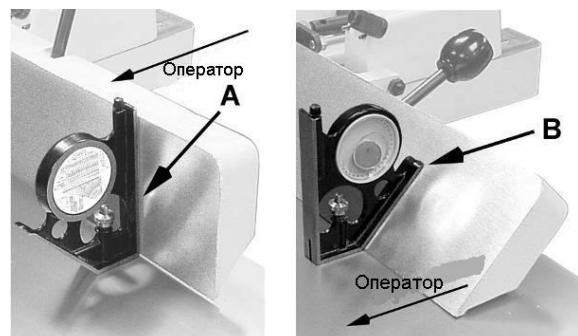

Рисунок 15
- Поместите прибор для измерения угла на стол и прижмите его к упору, чтобы убедиться, что упор установлен на 90° (A, рис. 15).
- Если упор установлен не перпендикулярно столу, ослабьте *фиксатор наклона* (B), ослабьте *стопорную гайку* (D), фиксирующую *стопорный винт* (F), и поворачивайте стопорный винт, пока упор не установится перпендикулярно столу.
- Затяните *стопорную гайку* (D), чтобы зафиксировать *стопорный винт* (F) и сохранить результат регулировки.
- Затяните *фиксатор наклона* (B).
- Ослабьте *фиксатор наклона* (B).
- Отодвните упорный блок (C) и установите упор под углом 135° ; рукоятка упора (E) повернута от оператора, как показано на рисунке. Убедитесь, что упор установлен вплотную к *стопорному винту* (H).
- Поместите прибор для измерения угла на стол и прижмите его к упору, чтобы убедиться, что упор установлен на угол 135° к столу (B, рисунок 15).
- Для регулировки ослабьте *стопорную гайку* (J), фиксирующую *стопорный винт* (H), и поворачивайте стопорный винт до тех пор, пока упор не установится на угол 135° .
- Затяните *стопорную гайку* (J).